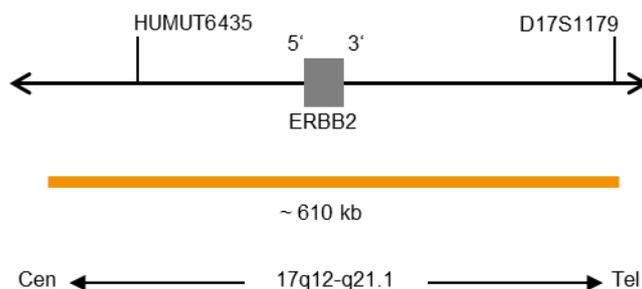

Fig. 1. SPEC ERBB2 Mapa de la sonda (no está a escala)
- Polinucleótidos marcados en naranja (excitación a 547 nm/emisión a 572 nm) ZyOrange (~4,5 ng/μl), dirigidos a secuencias localizadas en 17q12-q21.1* (chr17:37,572,531-38,181,308), que alberga la región del gen ERBB2 (ver Fig. 1).